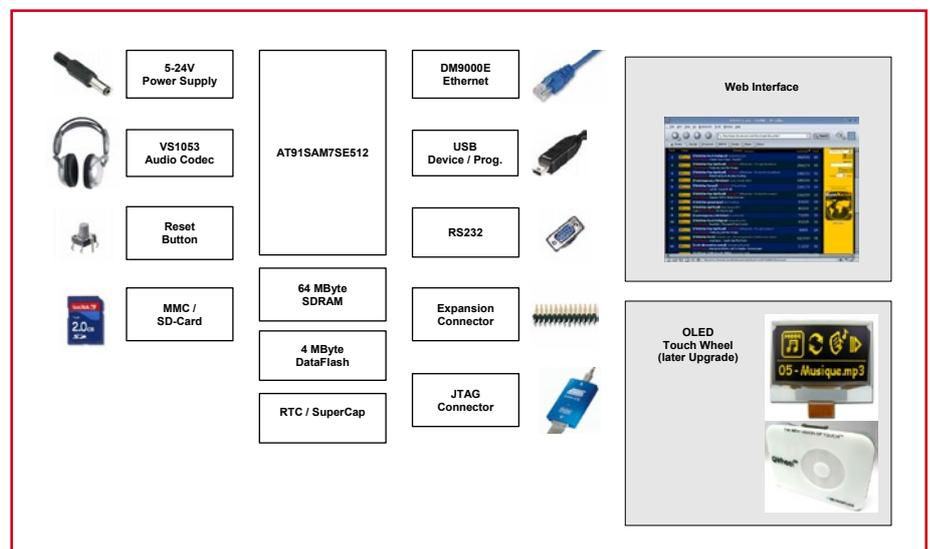

Bild 1. Prinzipschaltung des Elektor-Internet-Radios.
**Bild 1** zeigt den grundlegenden Aufbau: Die CPU (in der Mitte oben) hat Zugriff auf immerhin 64 MB an SD-RAM – genug für Puffer und ganz viel „Sons-